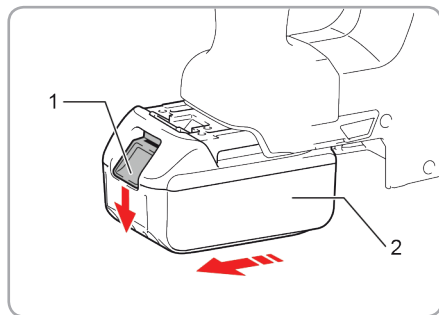

Fig.5
- Acumulatorul (2) trebuie să fie introdus complet până când butonul indicat (1) în Fig.5 se blochează automat;
- Pentru a scoate acumulatorul, apăsați butonul de deblocare (1) al acumulatorului (2) și îndepărtați-l pe din compartimentul acestuia.